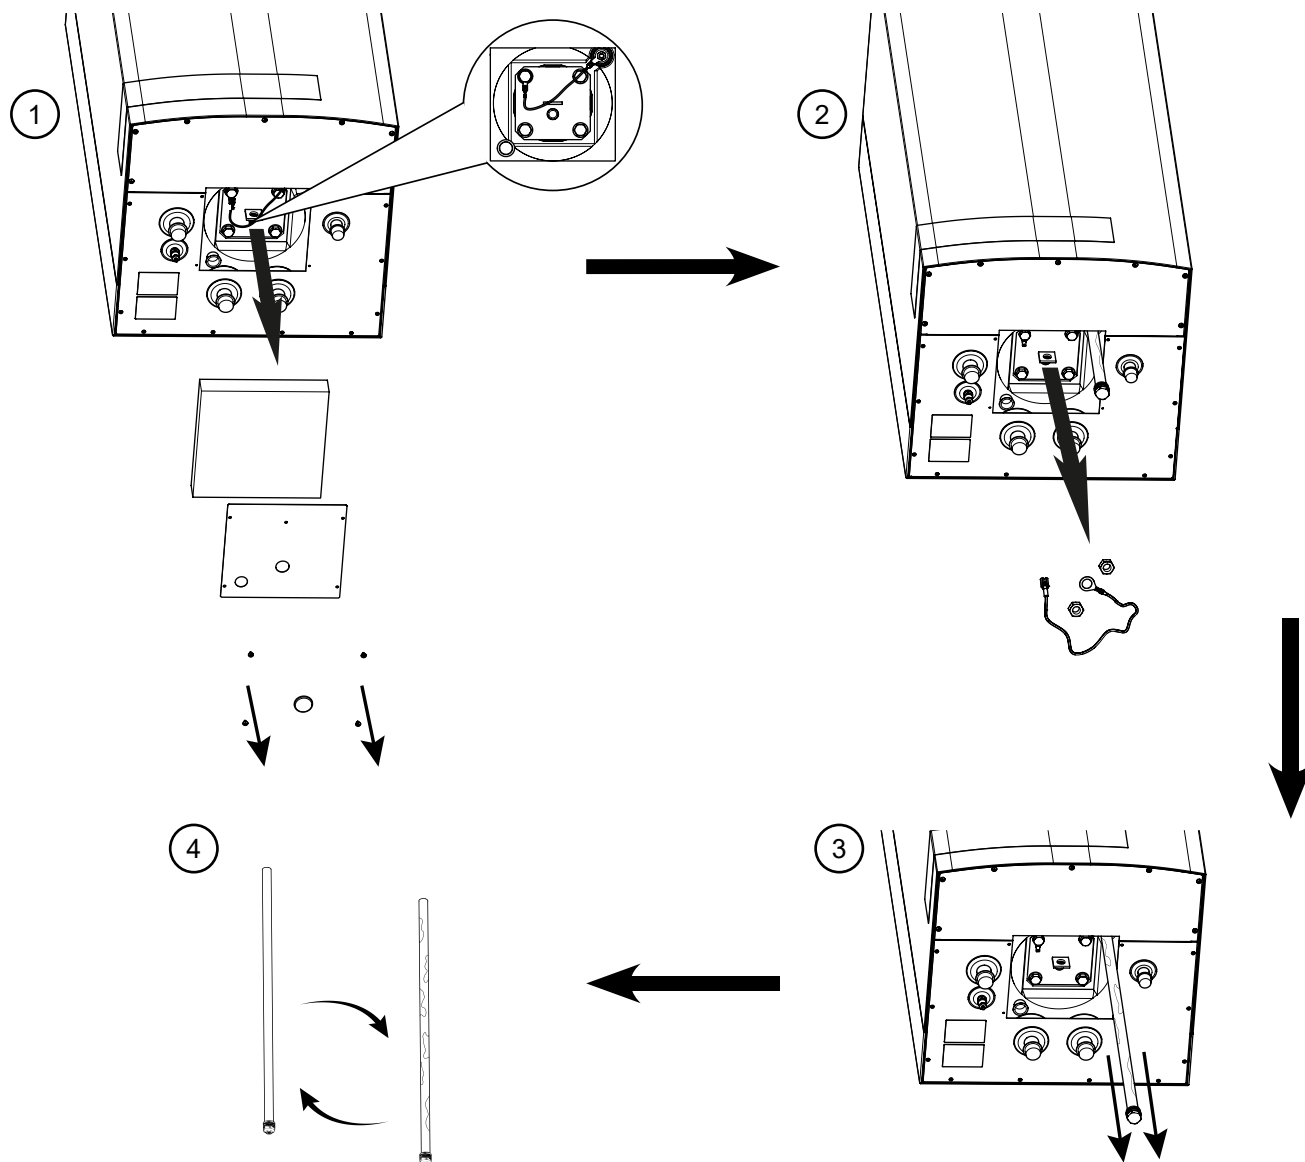

Fig.17 Udskiftning af den isolerede magnesiumanode QM+, QMC+ QME+.
Udskiftning af magnesiumanode (se Fig. 17):
3. Afmonter spændet fra kabinettets dæksel og fjern den termiske isolering (Fig. 17 position 1).
4. Fjern jordkablet fra beskyttelsesanoden (Fig. 17 position 2).
5. Løs holdemøtrikken på anodens holder og fjern spændeskiven fra holderen (Fig. 17 position 2).
6. Ved hjælp af en topnøgle skrues den brugte magnesiumanode ud (Fig. 17 position 3).
7. Udskift magnesiumanode med en ny (Fig. 17 position 4).